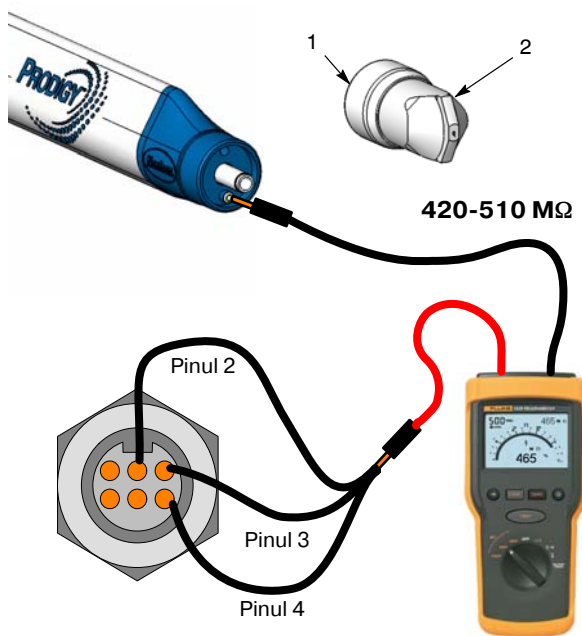

Figura 14 Test multiplicator/rezistor
1. A se vedea Figura 14. Demontați piulița de fixare (1) și duza (2).